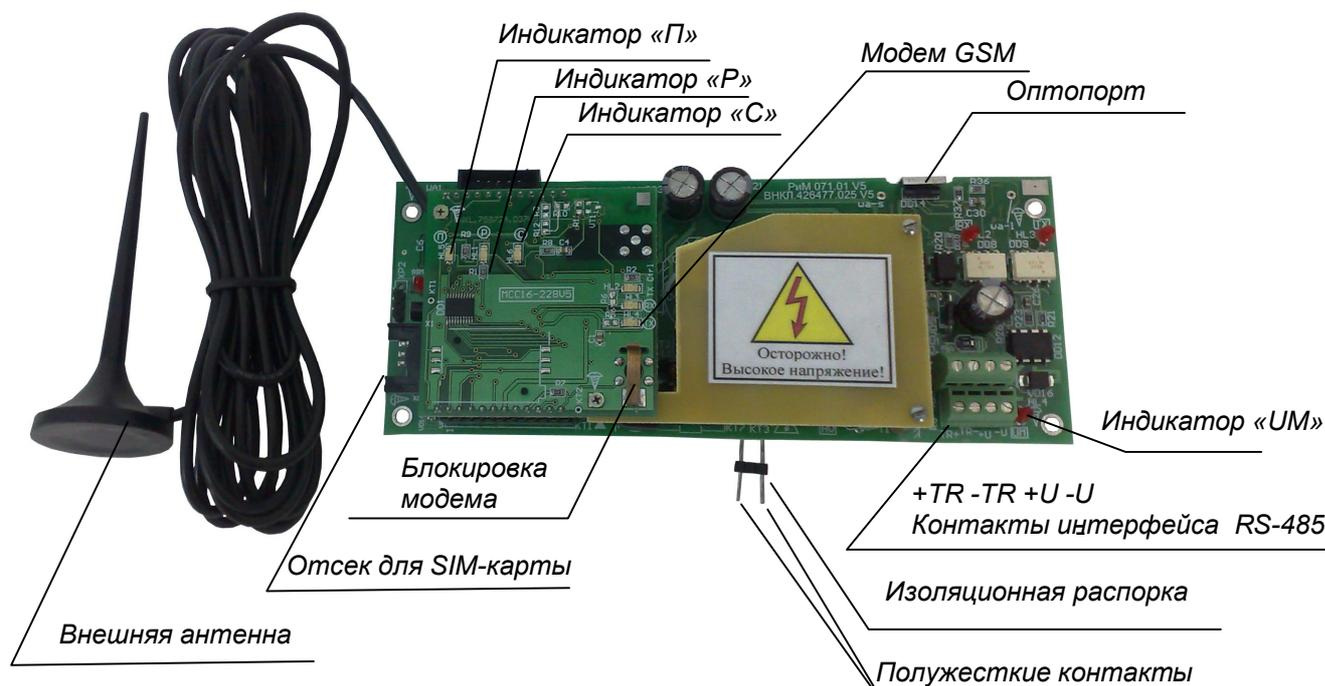

Рисунок 1- Коммуникатор РиМ 071.01 и его основные составные части
5.3 Рекомендуется до установки коммуникатора вставить SIM-карту в отсек, расположенный на левом торце платы коммуникатора (см. рисунок 1).
- 5) Осмотреть устанавливаемый коммуникатор. На коммуникаторе не должно быть видимых механических повреждений, царапин. Изоляционную распорку (см. рисунок 1) на полужестких контактах питания сдвинуть на середину контактов.
5.8 Проверить работоспособность коммуникатора. При подаче напряжения на коммуникаторе начинают светиться светодиодные индикаторы (см. рисунок 1):
8.3 В отверстия на крышке интерфейсного отсека выведены светодиодные индикаторы «П», «Р», «С» (см. рисунок 1), назначение которых описано в таблице 2.
Прочие индикаторы коммуникатора (см. рисунок 1) являются служебными и служат для указания процессов обмена данными внутри коммуникатора.